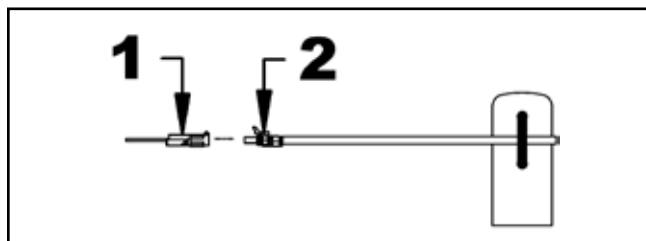

Figure 42. Connecter le faisceau de câbles
7. Figure 42 : Connectez la borne à 2 connecteurs du faisceau électrique de 187 po (bleu et noir) à la borne à 2 connecteurs de l'actionneur.